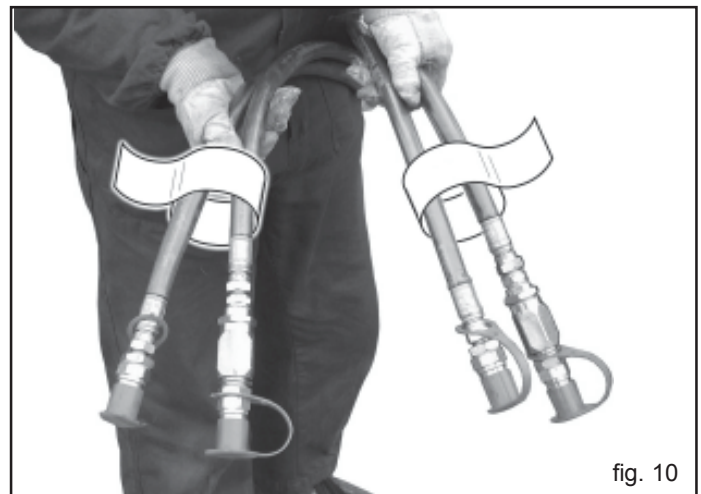
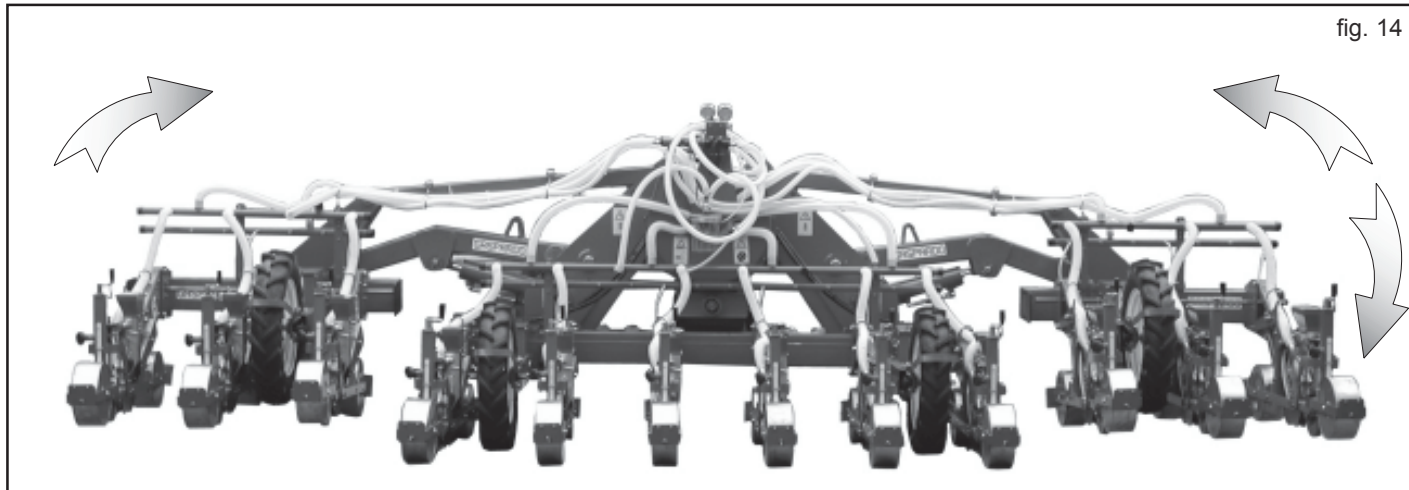
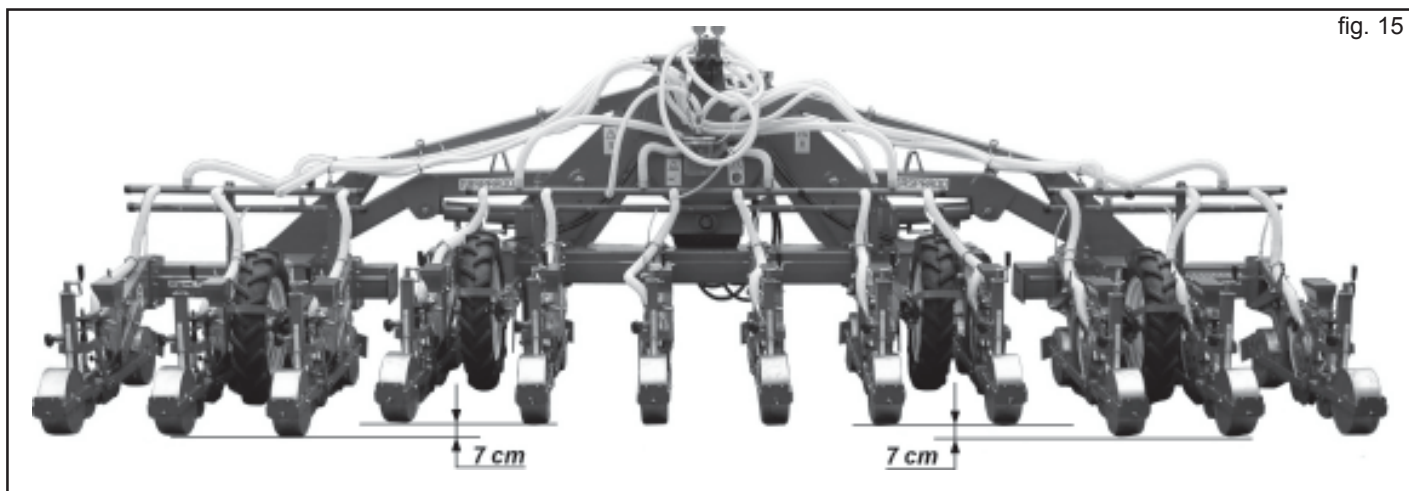

fig. 10
fig. 14
fig. 15
- 5) Die öldynamischen Schläuche unter Befolgen der an jedem Schlauch angebrachten Anleitungen korrekt an den Verteilern des Schleppers anschließen (Abb. 10).
Die Symbole haben folgende Bedeutung (zur Bezugnahme siehe Abb. 14):
Dank einem öldynamischen System erlaubt der Maschinenrahmen das Einklappen der Seitenenden (Abb. 14), an denen die Säaggregate angebracht sind. Dadurch werden die Gesamtabmessungen auf der Straße. Die öldynamisch einklappbaren Teile der Sämaschine sind "schwimmend" und können daher auch auf nicht perfekt ebenem Boden eingesetzt werden. Die seitlichen Teile des Rahmens können denn auch bezüglich des mittleren Teils um ca. 7 Zentimeter abgesenkt werden (Abb. 15). Diese Teile werden durch doppelwirkende öldynamische Zylinder angetrieben, die voneinander unabhängig sind. Zum Einstellen der Auf- und Abstiegsgeschwindigkeit der Seitenrahmen muss das an jeder öldynamischen Druckölleitung angebrachte Ventil wie in Kapitel 3.1 beschrieben eingestellt werden (Abb. 10).
- 6) Die öldynamische Anlage einschalten, um den Rahmen zu öffnen (Abb. 14); dabei muss die Sämaschine vom Boden angehoben sein.